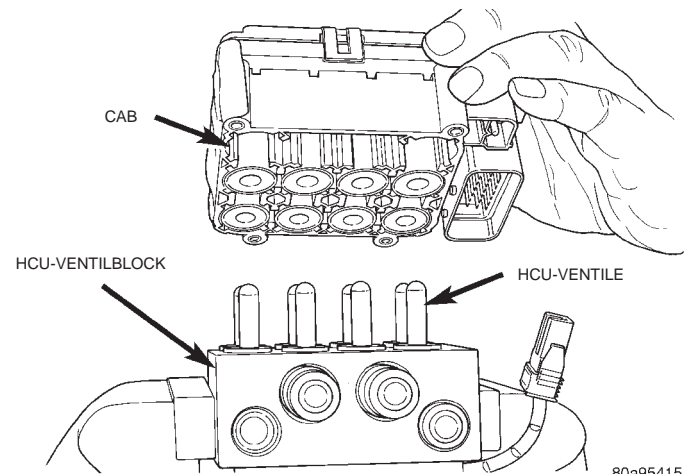

Abb. 16 Einbau/Ausbau CAB
(4) CAB von der HCU abbauen (Abb. 16).
(1) CAB (Abb. 16) an die HCU ansetzen.